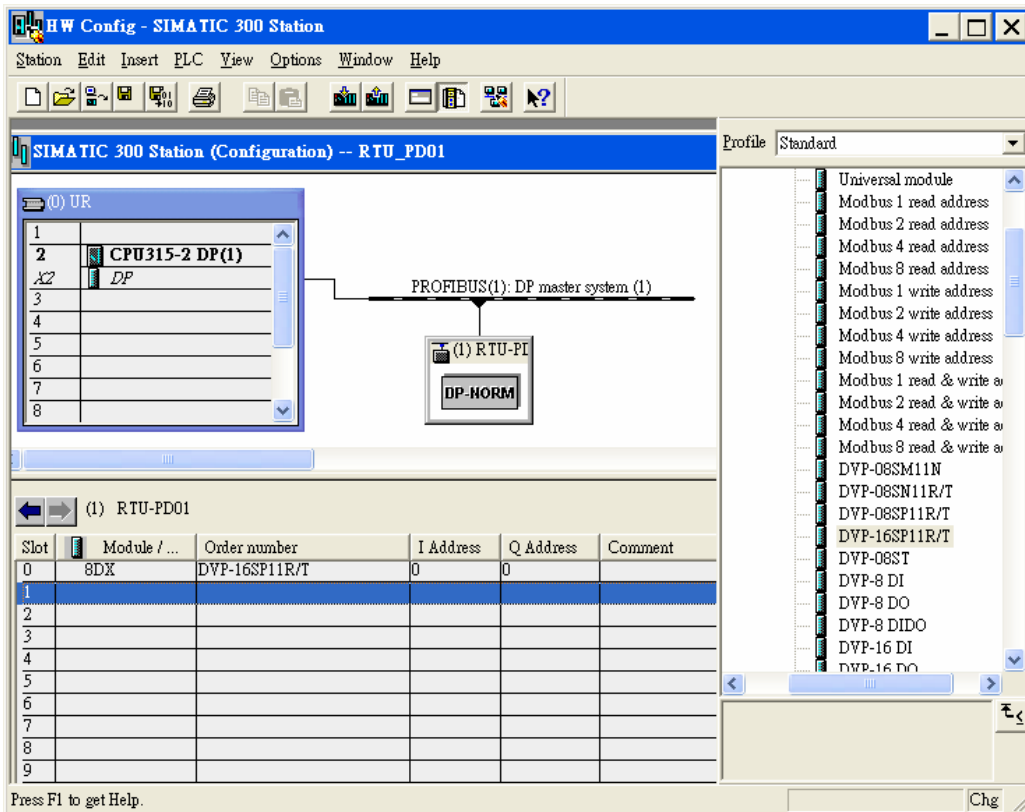

图 10-24
5. 如图 10-24 所示，DVP16SP11R/T 被配置到槽(Slot) 0。